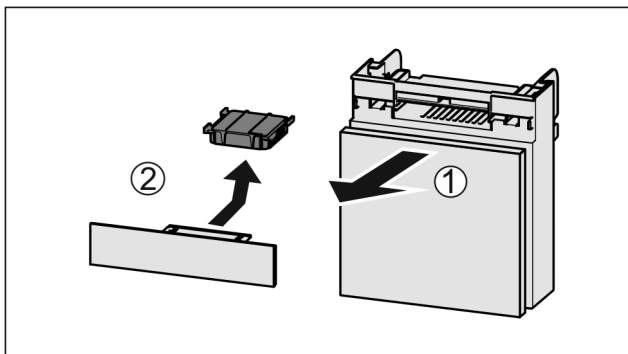

Fig. 161
- Tërhiqni kutinë nga përpara Fig. 161 (1).
- Hiqni filtrin me karbon aktiv Fig. 161 (2).